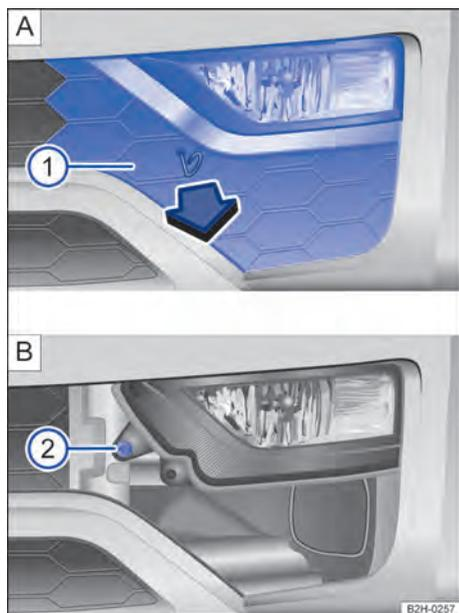
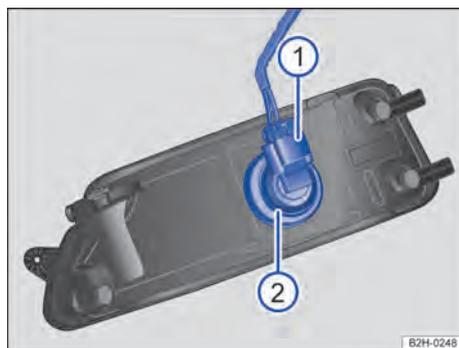

Fig. 143 No para-choque dianteiro à direita: desinstalar o farol.
Fig. 144 Substituir a lâmpada incandescente do farol.
→ Fig. 143 e → Fig. 144
- 2 Retirar o gancho extrator da caixa de ferramentas e prender na abertura da cobertura → Fig. 143 **A**. Remover a cobertura **1 A** para frente no sentido da seta e, se for o caso, deixá-la suspensa cuidadosamente no cabo do sensor do auxílio de estacionamento.
- 3 Retirar o parafuso de fixação → Fig. 143 **2 B** com a chave de fenda da caixa de ferramentas → Página 175.
- 5 Destruar e retirar o conector → Fig. 144 **1**.
- 6 Girar o suporte de lâmpadas na direção da seta até o batente no sentido anti-horário e retirar com a lâmpada incandescente → Fig. 144 **2**.
- 9 Conectar o conector → Fig. 144 **1** ao suporte da lâmpada **2**. O conector deve encaixar audivelmente.
- 11 Apertar o parafuso de fixação → Fig. 143 **2 B** com a chave de fenda.
- 12 Encaixar a cobertura no para-choque → Fig. 143 **1 A**.